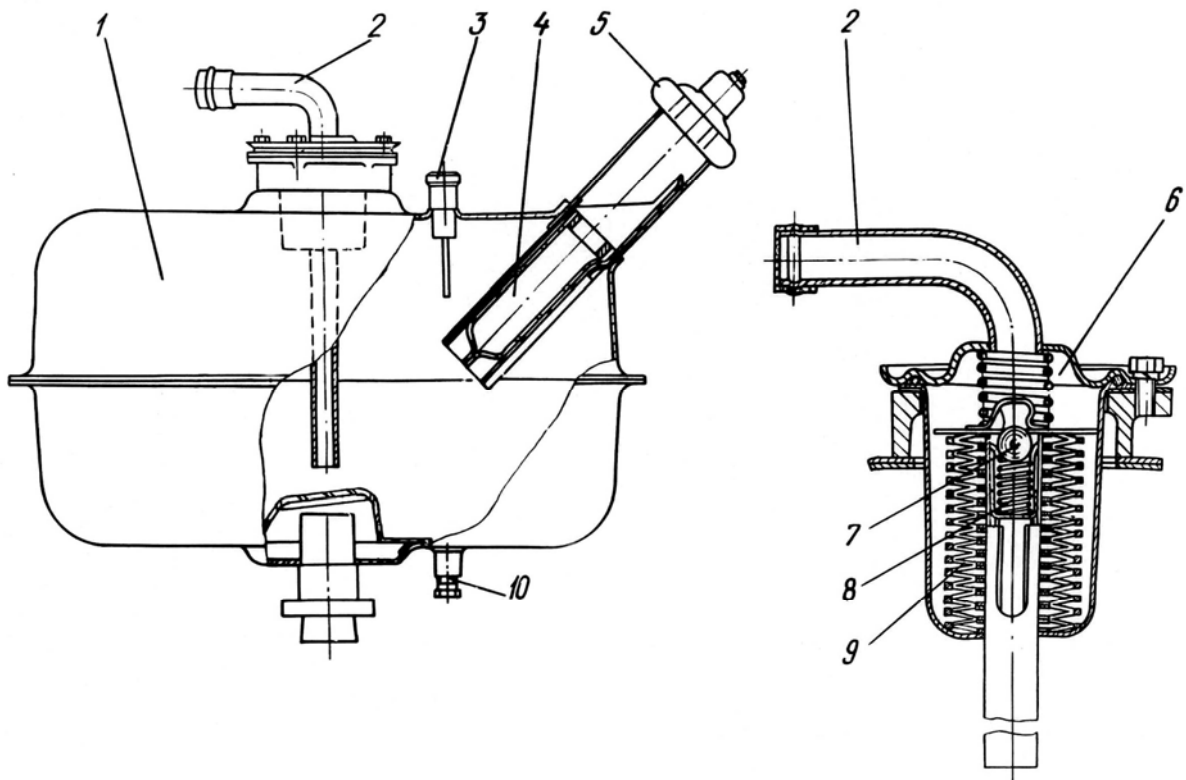

Рис.98.Бак масляный:
Масляный бак (рис.98) представляет собой сварной резервуар прямоугольной формы емкостью 50 л с горловиной для заливки и отверстием для слива масла.
1. Отвернуть сливную пробку 10 и слить масло из бака (рис.98).
1. Отвернуть и снять пробку 5 масляного бака (см. рис.98).